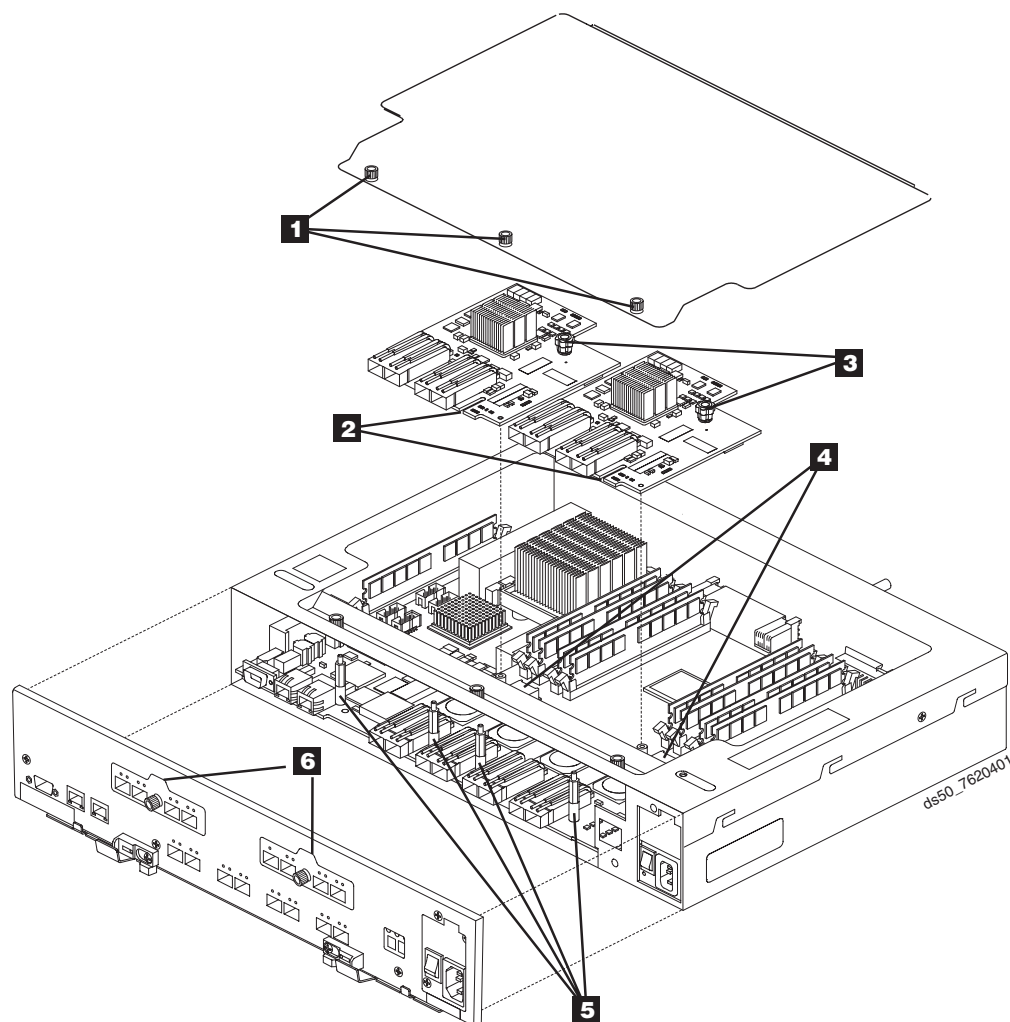

Figura 112. Removendo a tampa do controlador e substituindo a placa da interface de host
14. Remova a tampa superior conforme mostrado na Figura 112 na página 193.
Tabela 53. Descrição da Figura 112
22. Reinstale a tampa da porta da placa da interface do host que você removeu na etapa 18 usando o parafuso de aperto manual. Consulte a Figura 112 na página 193 para obter uma ilustração de uma tampa da porta de placa da interface de host.